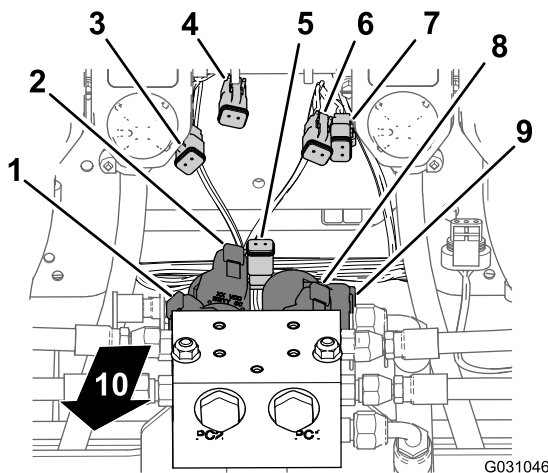
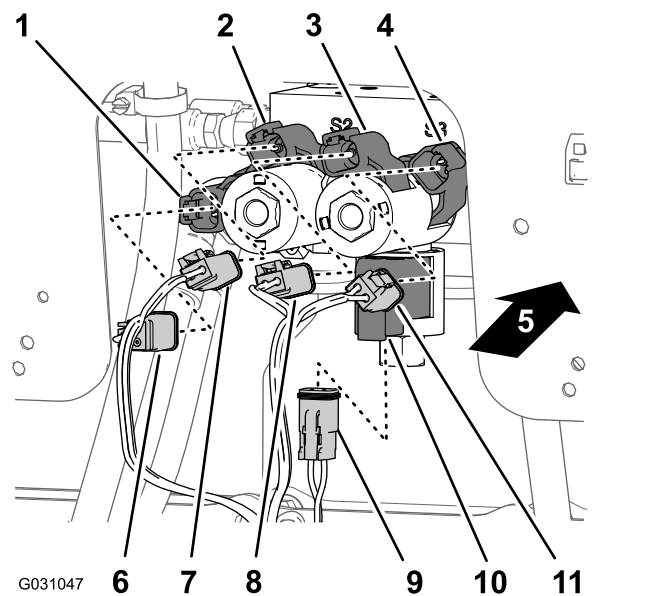

Figura 104
Figura 105
1. En la parte inferior del distribuidor de los cilindros de elevación, conecte el conector hembra de 2 vías del arnés de cables trasero etiquetado **Enable Solenoid** (Solenoid de activación) al conector de 2 pines del solenoide de activación (Figura 104 y Figura 105).
2. En el solenoide de bajada derecho, conecte el conector hembra de 2 vías del arnés de cables trasero etiquetado **Right Down** (bajada derecha) al conector de 2 pines del solenoide de bajada derecho (Figura 104 y Figura 105).
3. En el solenoide de subida derecha, conecte el conector hembra de 2 vías del arnés de cables trasero etiquetado **Right Up** (subida derecha) al conector de 2 pines del solenoide de subida derecha (Figura 104 y Figura 105).
4. En el solenoide de bajada izquierdo, conecte el conector hembra de 2 vías del arnés de cables trasero etiquetado **Left Down** (bajada izquierdo) al conector de 2 pines del solenoide de bajada izquierdo (Figura 104 y Figura 105).